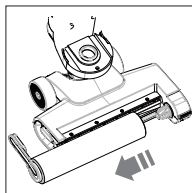

Fig. 14 – Retirer le rouleau en microfibrilles
- ▶ Tirez la languette de verrouillage du rouleau en microfibrilles vers la gauche et retirez le rouleau en microfibrilles (**voir Fig. 14**).